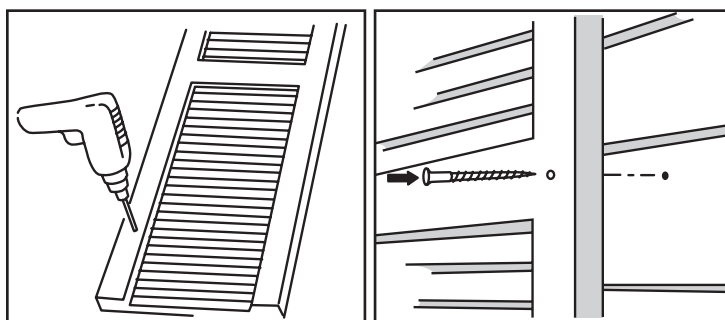

Figura 73.
- Taladre previamente agujeros a través de las contraventanas para los tornillos de sujeción y marque la ubicación de esos agujeros en el revestimiento (Figura 73).